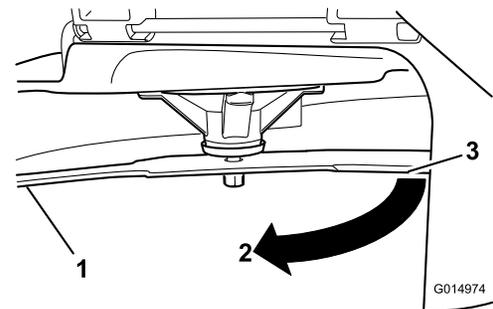

Рисунок 62
- Измеренное расстояние между ножом и поверхностью (A)
- Поверните тот же нож на 180 градусов, чтобы теперь его противоположная режущая кромка была в том же положении (Рисунок 62).